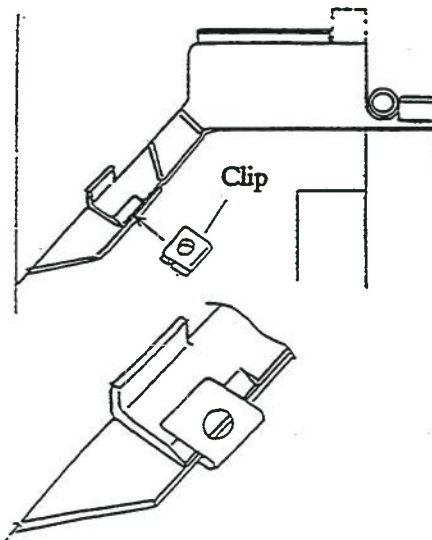

Abb. 5
- b) Umlenblech mit Clip am Gehäuse der Heizeinheit befestigen (siehe Abb. 5).